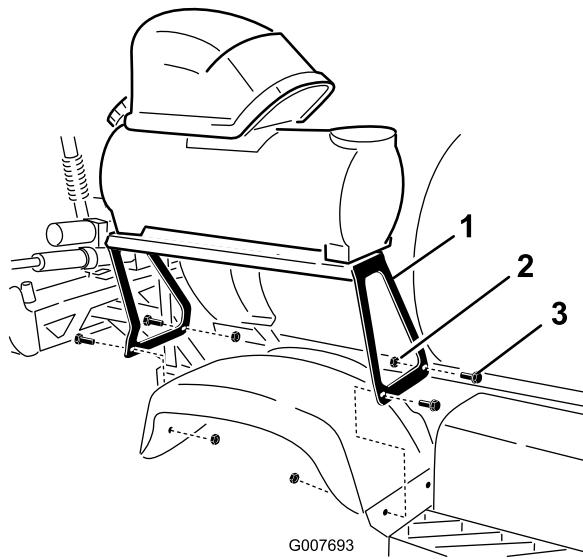

图5
3. 如图5 所示使用 4 个车架螺栓 (5/16 x 1-1/4 英寸) 和 4 个锁紧螺母 (5/16 英寸) 将支架安装在右后挡泥板的孔中。